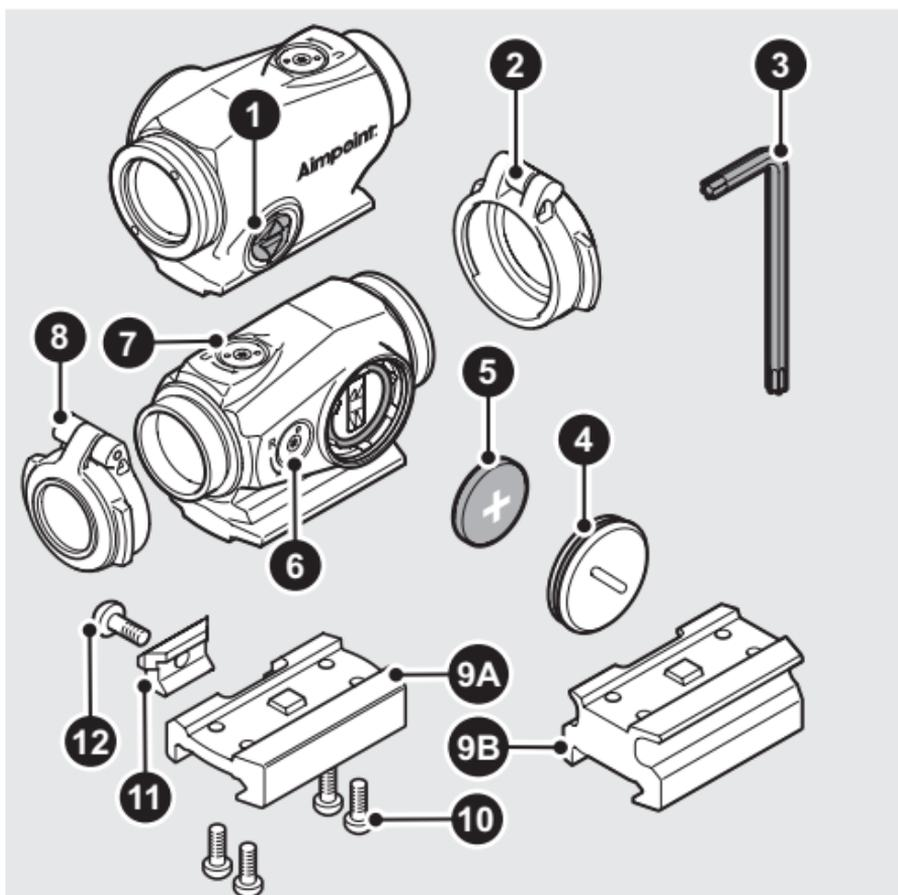

Fig. 1 Vue d'ensemble
- c Introduire la pile (5) en orientant le pôle positif (+) vers le couvercle (4) comme illustré sur la Fig. 1.